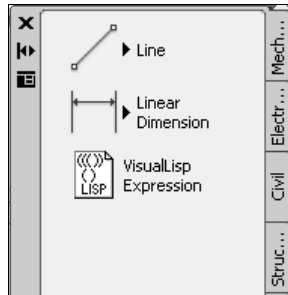

Рис. 13.13. Инструментальная палитра на вкладке **Command Tool Samples**
1. Щелкните кнопку  **Tool Palettes Window** (Окно инструментальных палитр) на панели инструментов **Palettes** (Палитры) на вкладке ленты **View** (Вид) для вызова панели **Tool Palettes** (Палитры инструментов) и перейдите в ней на вкладку **Command Tool Samples** (Примеры инструментов работы с командами) (рис. 13.13).